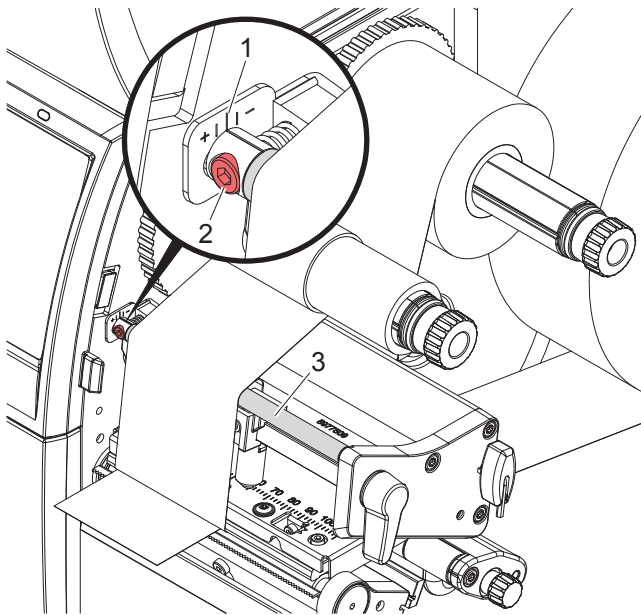

Bild 17 Transferfolienlauf einstellen
5. Transferfolienrolle (1) festhalten und Drehknopf am Abwickler (3) gegen den Uhrzeigersinn drehen, bis die Transferfolienrolle fixiert ist.
6. Geeigneten Transferfolienkern (4) auf den Transferfolienaufwickler (5) schieben und in gleicher Weise fixieren.
7. Transferfolie wie in Bild 17 durch die Druckbaugruppe führen.
8. Transferfolienanfang mit einem Klebestreifen am Transferfolienkern (4) fixieren. Hierbei die Rotationsrichtung des Transferfolienaufwicklers entgegen dem Uhrzeigersinn beachten.
9. Transferfolienaufwickler (5) entgegen dem Uhrzeigersinn drehen, um den Transferfolienlauf zu glätten.
10. Hebel (6) in Uhrzeigerrichtung drehen, um den Druckkopf zu verriegeln.